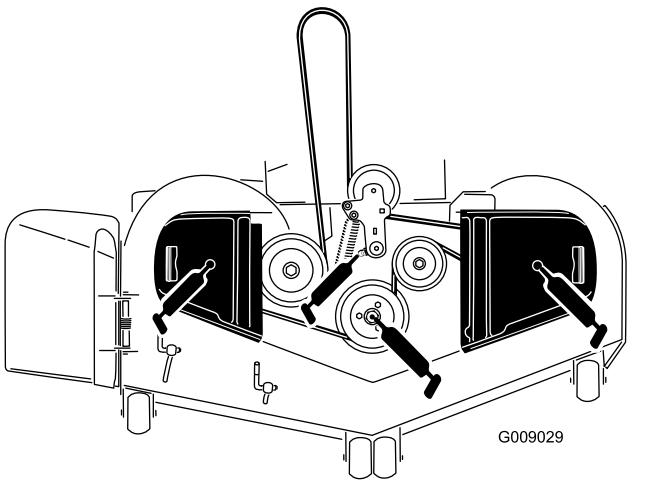

Figura 44
3. Engrase el eje de la polea tensora de la carcasa de corte hasta que salga grasa por el extremo inferior (Figura 44).
4. Engrase los 3 cojinetes de los ejes hasta que salga grasa de las juntas inferiores (Figura 44).
5. Engrase el brazo tensor de la correa de transmisión (Figura 44).